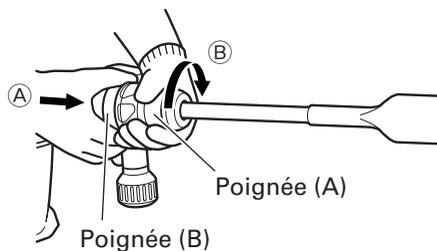

Fig. 4
- (1) Comme indiqué sur la Fig. 4, si l'on tourne la poignée (A) dans le sens Ⓑ de telle sorte que la poignée (B) glisse dans le sens Ⓐ, il sera possible de modifier librement l'angle de la lame sur n'importe quelle position.
- (2) Libérer la poignée (B) et tourner l'outil, et vérifier qu'il est bloqué à fond.